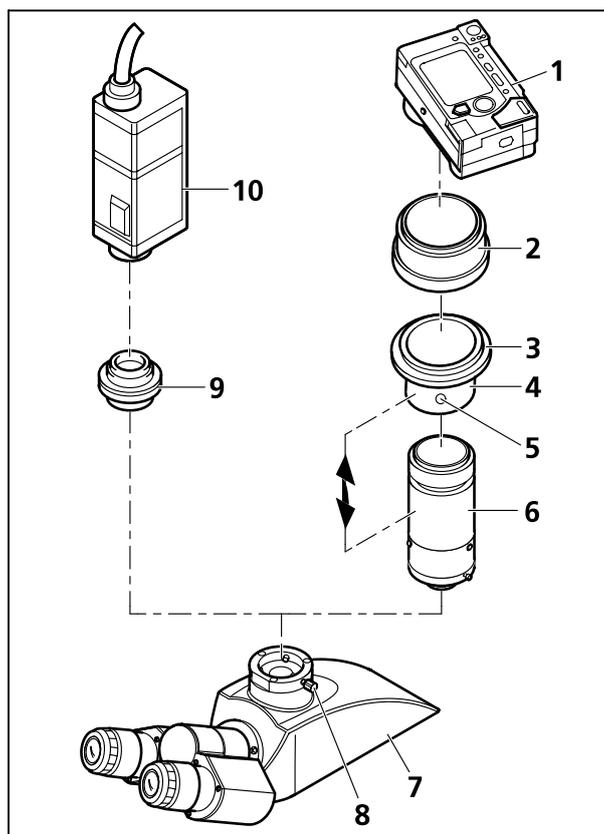

图17 安装相机
- 根据需要先安装照相镜筒(图 17/7)(请参见 3.4.1)。
- 松开固定螺丝(图 17/8),把防尘盖从照相镜筒上取下。
- 滑动安装座(图 17/4), 螺纹接筒圈 M37/52 (图 17/3) 及透镜安装座(图 17/6)在交货时, 已经安装好作为 **数码相机接筒 P95 M37/52x0, 75**。右图表示其拆开后的零部件。另外, 如果将滑动安装座(图 17/4)上的螺纹接筒圈M37/52(图 17/3)旋拧下来(此处未图示), 也可以安装M37 相机。
- 将接筒圈(图 17/2)(属于相机标准配置)装在相机(图 17/1)上(请见相机使用说明书)。
- 将包含滑动安装座(图 17/4), 螺纹接筒圈 M37/52(图 17/3)和透镜安装座(图 17/6)的组件, 旋入接筒圈(图 17/2)。
- 将相机及其接筒插入照相镜筒直至到底, 调整定位并用固定螺丝(图 17/8)固紧。
- 根据显微镜配置和所用照相机的不同，照相机透镜和透镜安装座(图 17/6)之间的距离可能需要设置到最佳状态（请参看双箭头）。特别是在照相机透镜的任何变焦位置上都不能获得清晰图像时，更需要设置合适距离。请在照相机上做如下设置：
- 拧松平头螺丝（图 17/5）。
- 再拧紧平头螺丝(图 17/5)。
带有标准C螺纹接头的照相机，可通过照相接筒P95-C 2/3" 0,65x或P95-C 1/2" 0,5x(图17/9)，连接到显微镜的照相接头上。
- 将照相机(图 17/10)和相应的接筒(图 17/9)放到显微镜的照相接头上，并将其拧到底，经过定心后将固定螺丝(图 17/8)拧紧。